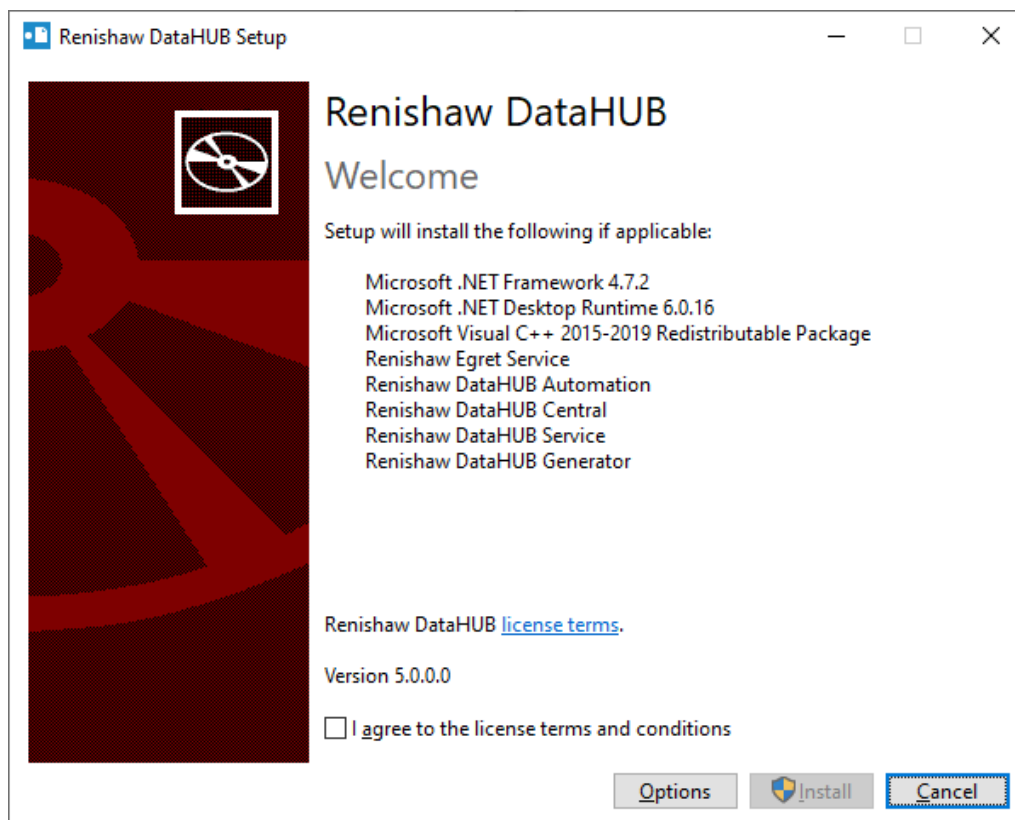

Figure 15 Liste des composants à installer
3. Notez la liste des composants à installer. S'ils ne se trouvent pas déjà sur le PC, leurs programmes d'installation seront exécutés dans le cadre de la procédure d'installation globale. Pour créer des raccourcis sur le bureau, cliquez sur **Options** et cochez les cases de votre choix. Cliquez sur **Install** (Installer) (voir la Figure 15).